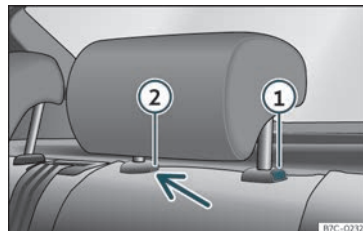

Fig. 101 Repousacabezas traseiro:desmontaxe.
- Prema a tecla »» fig. 101 ①, apertando á vez polo orificio do seguro ② cun desparafusador plano de máximo 5 mm de anchura e retire o repousacabezas.